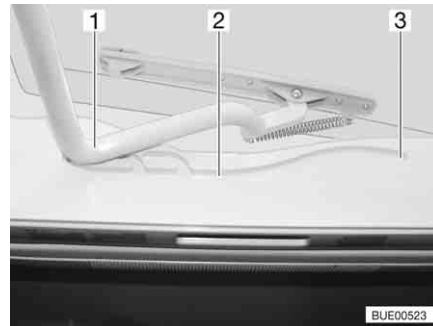

Bild 81 Heki-taklucka, spår
- Dra in bygel (Bild 81,1) i spåret (Bild 81,2) till den bakersta positionen (Bild 81,3).
- Tryck bygel (Bild 81,1) lätt uppåt med båda händerna.
- Drag bygel till önskad position i spåret (Bild 81,2).